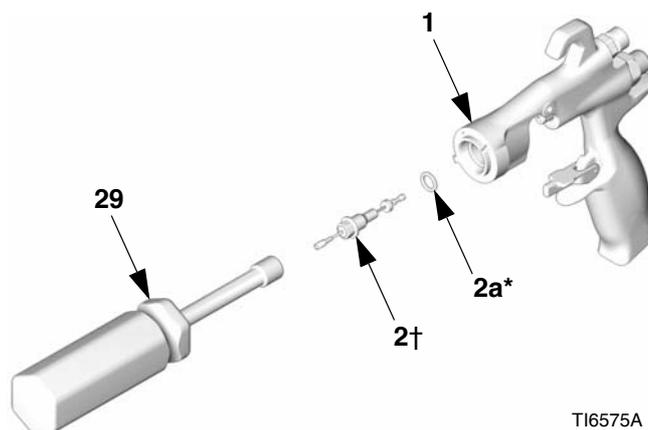
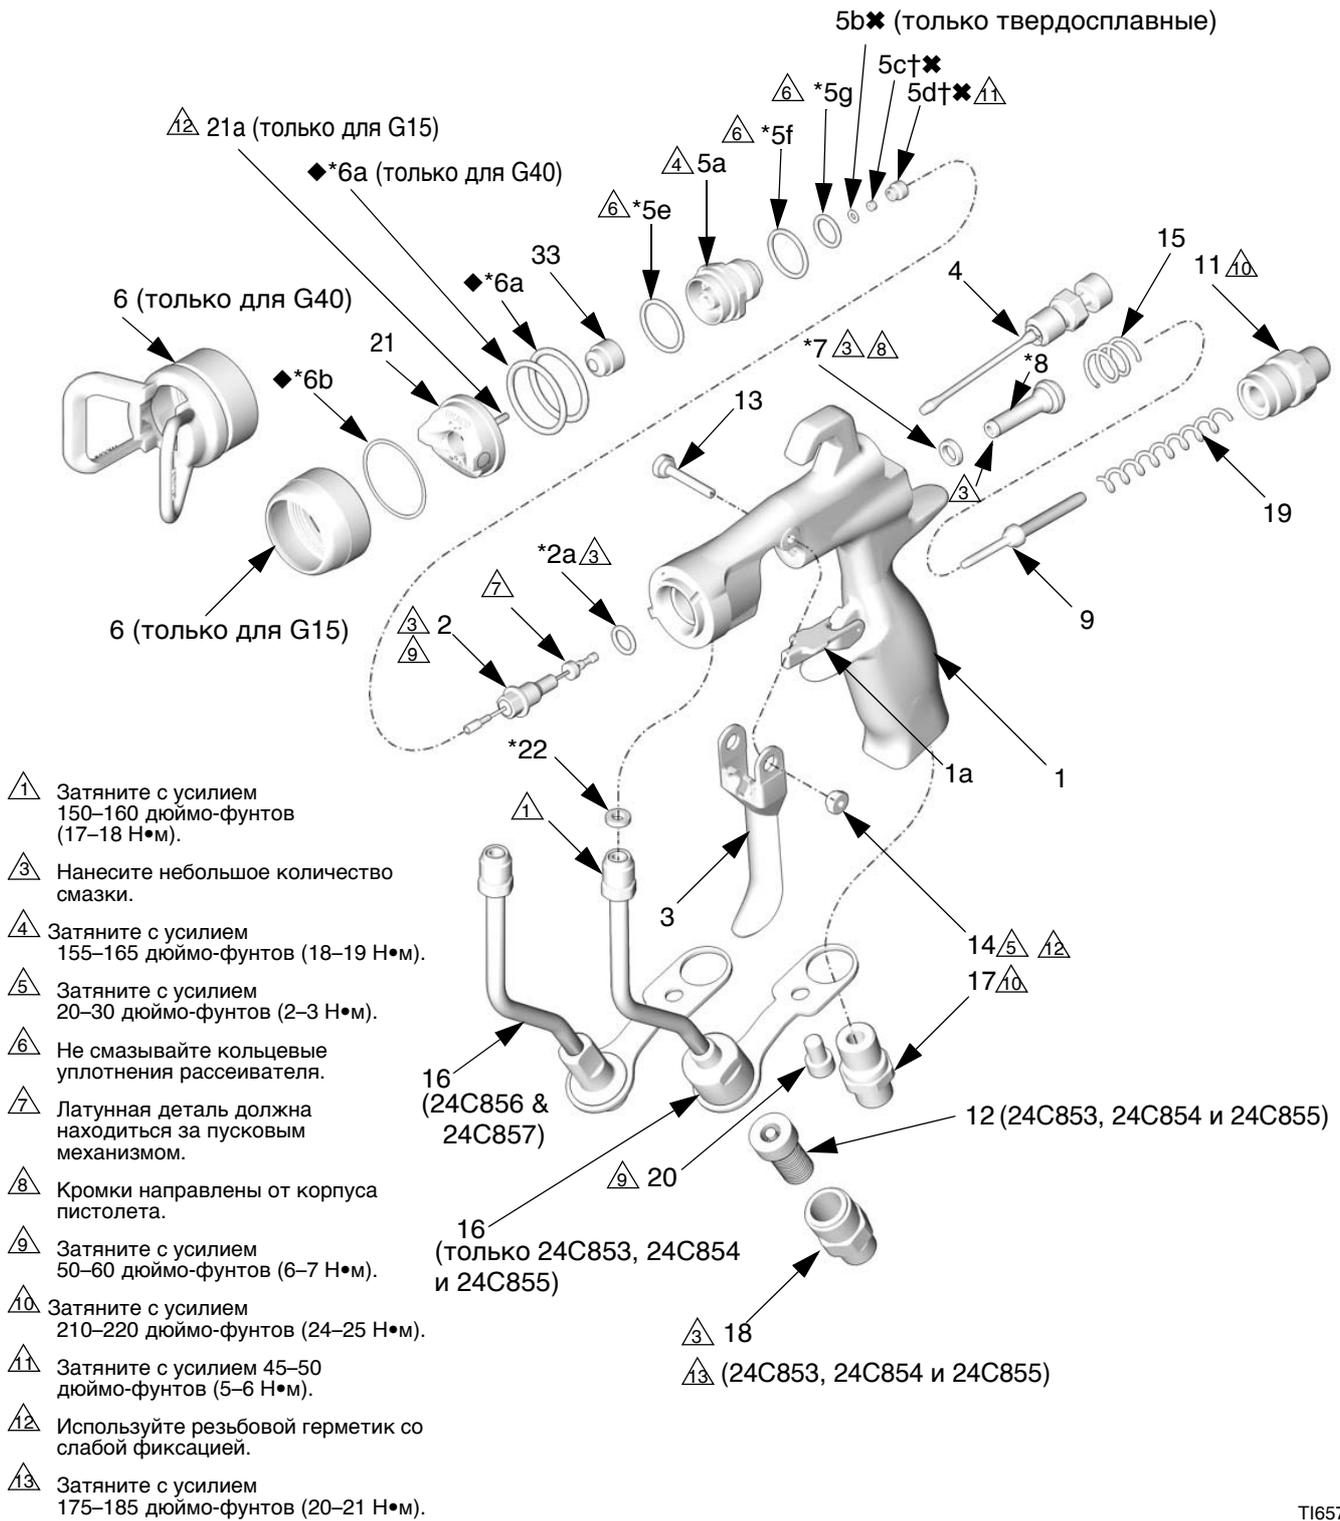

Рис. 42
Рис. 43
1. Установите прокладку трубки (22*) в пистолет. Затяните вручную соединение трубки (С) на входном патрубке пистолета для жидкости. Затяните вручную входной патрубков для воздуха (17) и винт (20). Затяните соединение трубки для жидкости с усилием 150–160 дюймо-фунтов (17–18 Н•м). Затяните входной патрубков для воздуха с усилием 210–220 дюймо-фунтов (24–25 Н•м). Затяните винт скобы трубки жидкости с усилием 50–60 дюймо-фунтов (6–7 Н•м). См. Рис. 43.
2. Установите проходной фильтр для жидкости (12) в основание трубки для жидкости. Закрутите входной патрубков для жидкости (18) на основании трубки. Затяните с усилием 175–185 дюймо-фунтов (20–21 Н•м). См. Рис. 43.
4. Нанесите смазку на переднюю сторону воздушного вентиля (8*). Осторожно установите в пистолет с задней стороны, через уплотнение с и-образным сечением (7*), насколько возможно. Не повредите уплотнение. См. Рис. 43.
5. Осторожно вставьте более тонкий конец стержня (9) в воздушный вентиль (8*).
6. Установите две пружины (15 и 19). Закрепите тарелку пружины (11) с задней стороны корпуса пистолета. Затяните с усилием 210–220 дюймо-фунтов (24–25 Н•м).
7. Нанесите небольшое количество смазки на кольцевые уплотнения иглы и стержня в месте скольжения уплотнения. Убедитесь, что кольцевое уплотнение (2a*) установлено на корпусе пистолета (1).
8. Установите иглу для жидкости (2) с передней стороны пистолета. С помощью гаечного ключа (29) закрепите иглу на корпусе пистолета (1) и затяните с усилием 50–60 дюймо-фунтов (6–7 Н•м). См. Рис. 42.
9. Установите пусковой механизм (3), палец (13) и гайку (14). Нанесите пасту препятствующую отворачиванию низкой фиксации и убедитесь, что латунная часть иглы (2) находится за пусковым механизмом. См. Рис. 43. Нанесите смазку на обе стороны пальца в местах контакта пускового механизма с пальцем и на втулку с обеих сторон пистолета в местах контакта пускового механизма с корпусом пистолета. Затяните гайку с усилием 20–30 дюймо-фунтов (2–3 Н•м).
10. Запустите пистолет, чтобы втянуть иглу, в то время как вы закрепляете рассеиватель (5) к корпусу пистолета (1) с помощью специального инструмента (30). Затяните с усилием 155–165 дюймо-фунтов (18–19 Н•м). После затягивания фланец будет касаться нижней части пистолета.
11. Прикрепите фиксирующее кольцо (6), воздушную головку (21) и распылительный наконечник (33).